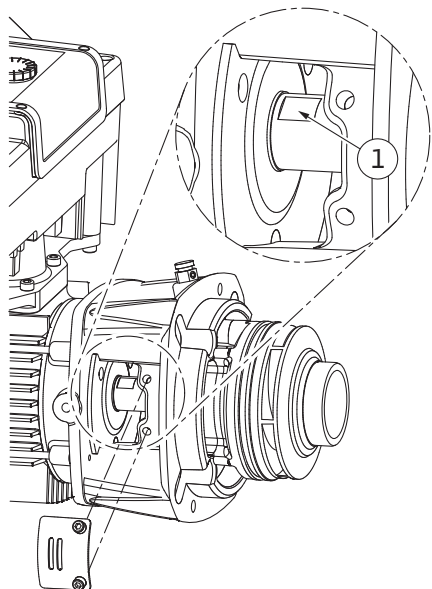

Fig. 106: Plochy klíče na hřídele
14. Do okna lucerny zasuňte otevřený klíč, (velikost 22 mm) a držte hřídel na plochách klíče (Fig. 106, poz. 1). Vyšroubujte matici oběžného kola (Fig. I, poz. 22). Dojde k automatickému stažení oběžného kola (Fig. I, poz. 21) z hřídele.
3. Do okna lucerny zasuňte otevřený klíč, (velikost 22 mm) a držte hřídel na plochách klíče (Fig. 106, poz. 1).
10. Do okna lucerny (Fig. IV, poz. 38) zasuňte otevřený klíč, (velikost 32 mm) a držte hřídel na plochách klíče (Fig. 106, poz. 1). Namontujte oběžné kolo s podložkou/podložkami a maticí. Matici dotáhněte. Zabraňte poškozením mechanické ucpávky vzpříčením.